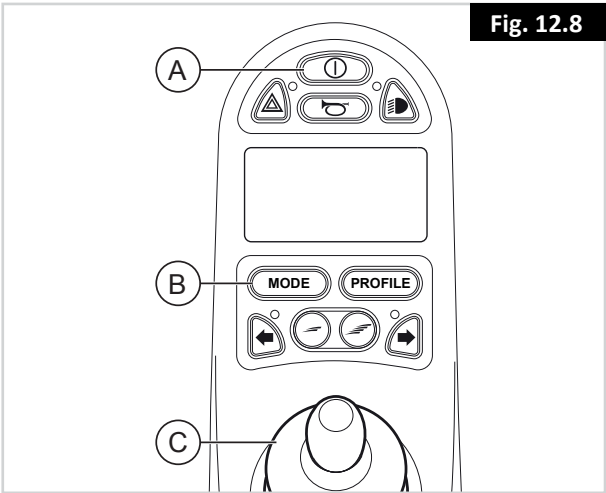

Fig. 12.8
- 1. Encienda el mando (A en la Fig. 12.8)